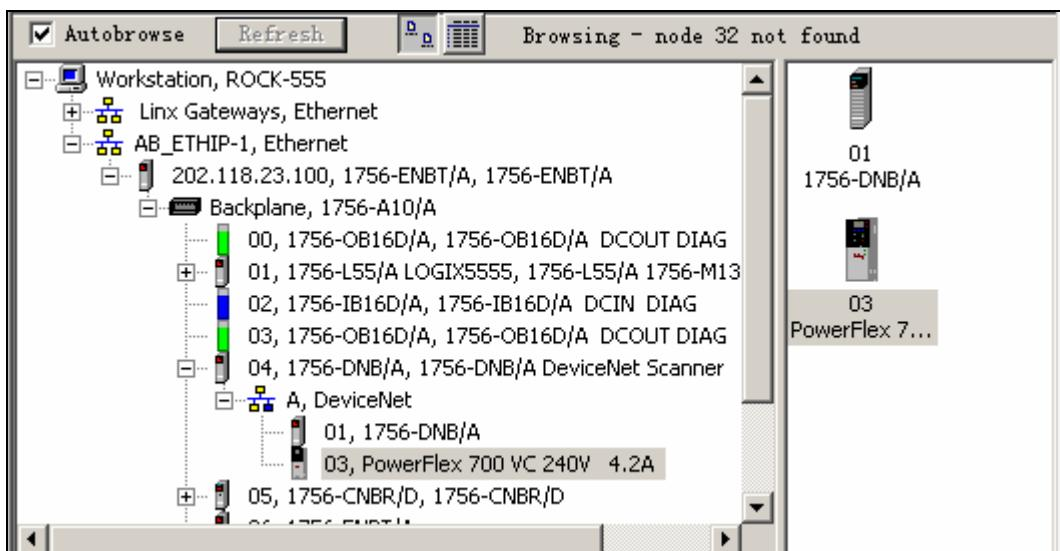

图 5-20 获得驱动组态树
(8) 单击  图标 , 展开刚才添加的 Ethernet/IP 驱动 , 如图 5-20 所示。